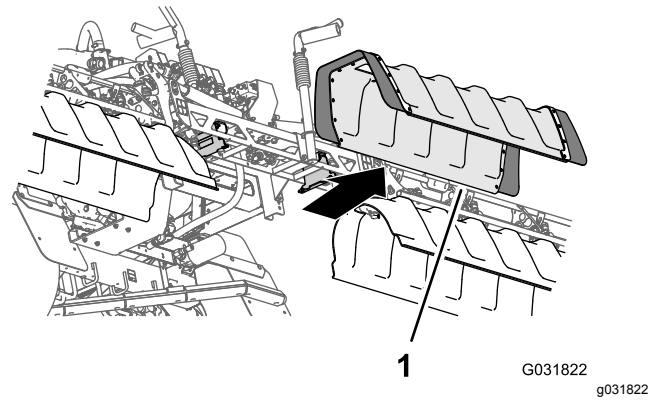

Figura 40
2. Retire la cubierta de la sección central de la máquina (Figura 40).